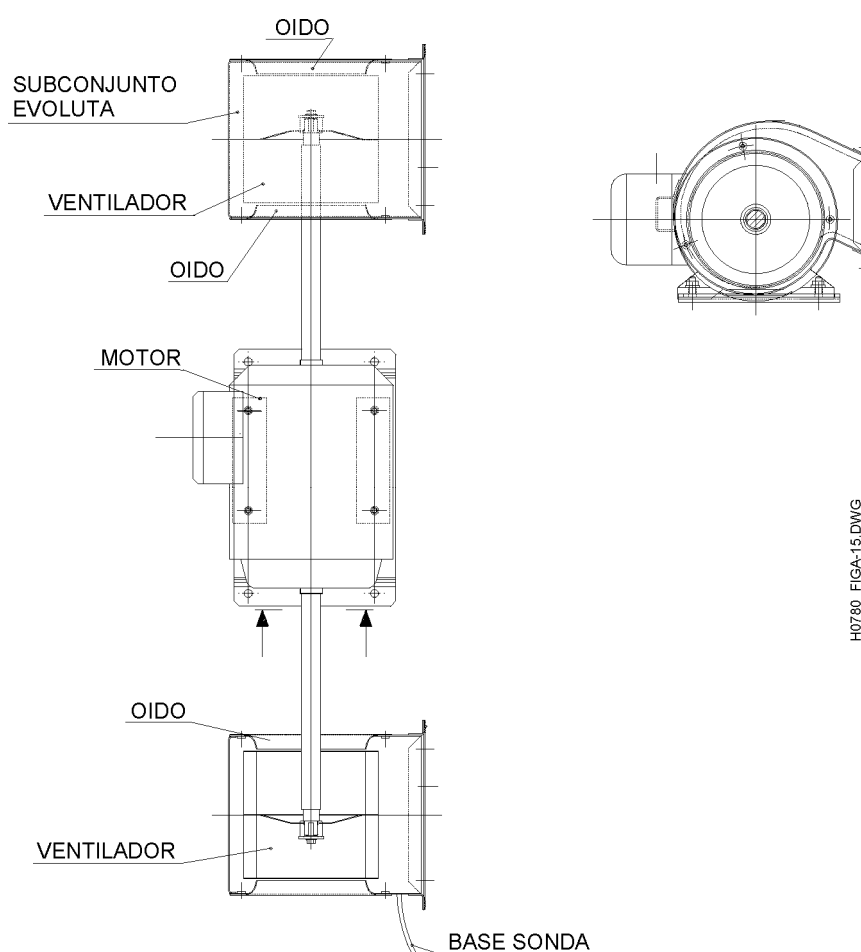

Figura A-15. Motores y ventiladores evaporadores
A.3.2.11 Motores y ventiladores evaporadores (Figura A-15)